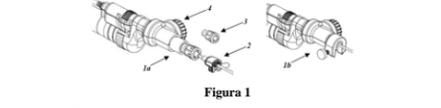

Figura 1
- Se utilizar uma broca aspiradora de canal de trabalho (*Figura 1*), foi adicionado um mecanismo de controle de profundidade com luer (*1a*) ou um acessório MINOP exclusivo (*1b*) para o estabelecimento de interfaces com os endoscópios.